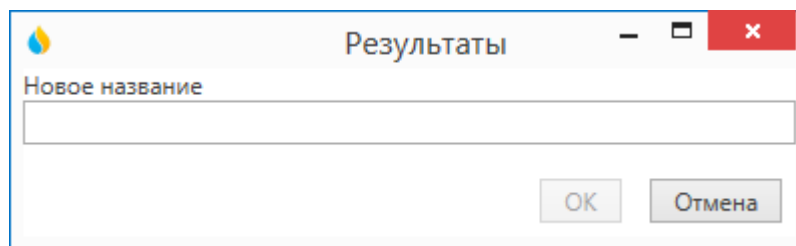

Рис. 23 Окно переименования карты.
- в появившемся окне (рис. 23) ввести новое название схемы и нажать кнопку «Ок».